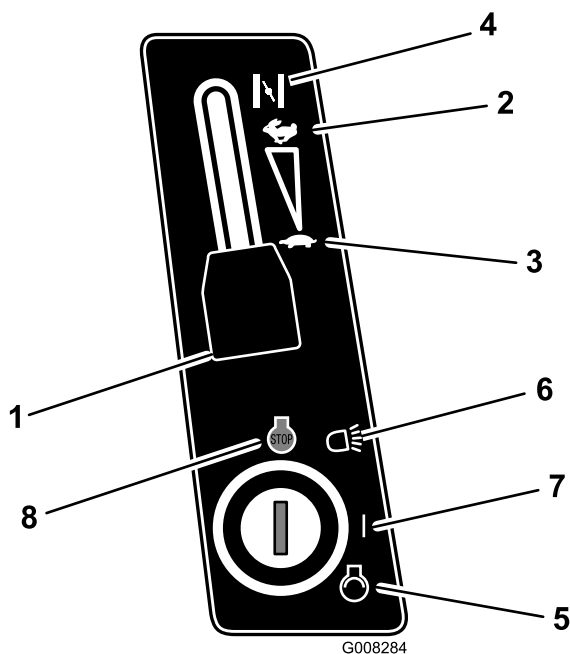

Bild 12
5. Stellen Sie den Gasbedienungshebel beim Anlassen eines kalten Motors auf Choke (Bild 12).
- Stellen Sie den Gasbedienungshebel auf Langsam (Bild 12).
- Drehen Sie den Zündschlüssel nach rechts und halten ihn auf Start (Bild 12). Lassen Sie den Schlüssel los, wenn der Motor anspringt.
- Schieben Sie den Gasbedienungshebel, sobald der Motor angesprungen ist, langsam auf Schnell (Bild 12).
- Stellen Sie dann den Gasbedienungshebel auf Langsam“ (Bild 12).
- Drehen Sie den Zündschlüssel auf Aus“ (Bild 12).